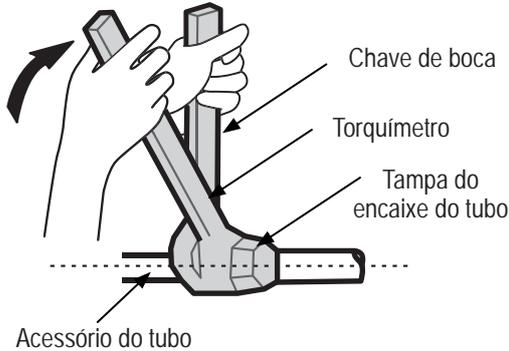

Figura 4.1
- Use duas chaves ao instalar ou desmontar a tubulação: uma chave comum e um torquímetro. Consulte a Figura 4.1.